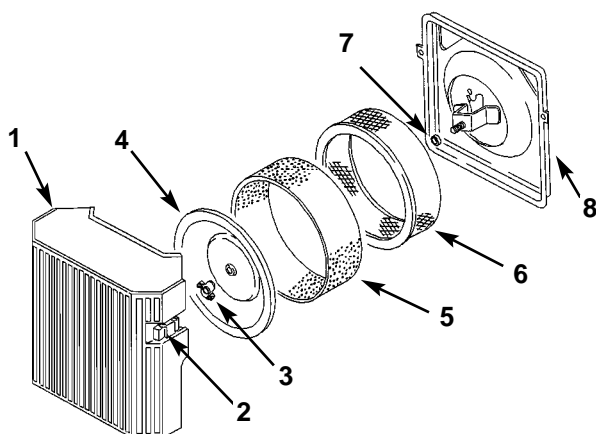

Figure 17
3. Nettoyer la surface autour du filtre à air pour éliminer les saletés qui pourraient tomber dans le moteur et l'endommager. Déposer le bouton et le couvercle du filtre à air (Fig. 17).
4. Retirer l'élément en mousse de l'élément en papier avec précaution (Fig. 17).
1. Glisser avec précaution l'élément en mousse sur l'élément en papier du filtre à air (Fig. 17).
2. Glisser l'ensemble filtre à air et couvercle sur la longue tige, puis serrer l'écrou du couvercle à la main contre le couvercle (Fig. 17).
3. Poser le couvercle et le bouton du filtre à air (Fig. 17). Serrer le bouton à fond.